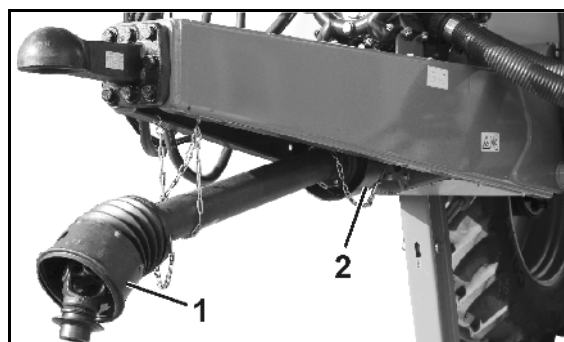

Рис. 13
- Рис. 13/...
- (1) Защитный кожух карданного вала с фиксирующими цепями
- (2) Защитная воронка со стороны агрегата